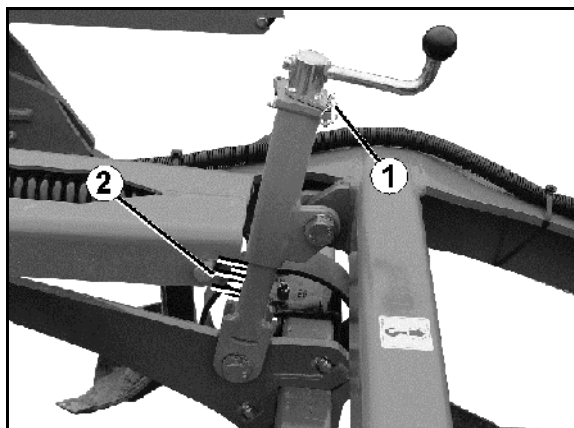

Fig. 42
1. Træk klapsplitten (Fig. 42/1) ud.
- Til orientering har indstillingsenhederne en skala (Fig. 42/2).